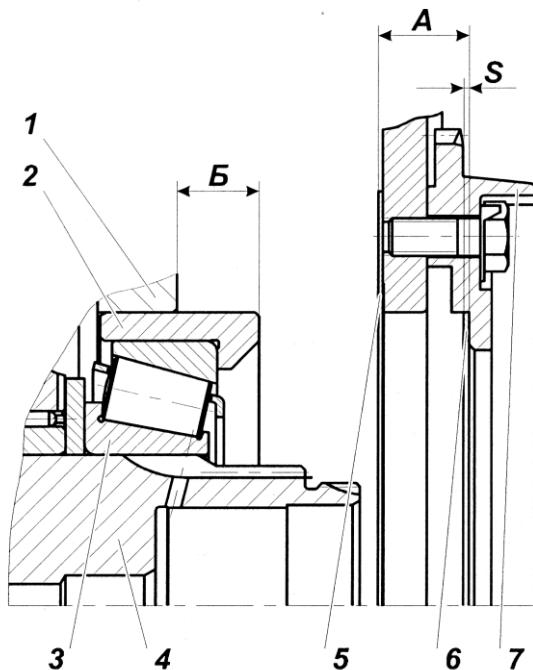

Рис. 100:
3.3 Замерить абсолютные величины размеров А (между торцами зубчатой муфты и уплотнительной прокладки) и Б (между торцами картера и гнезда подшипника) рис. 100.